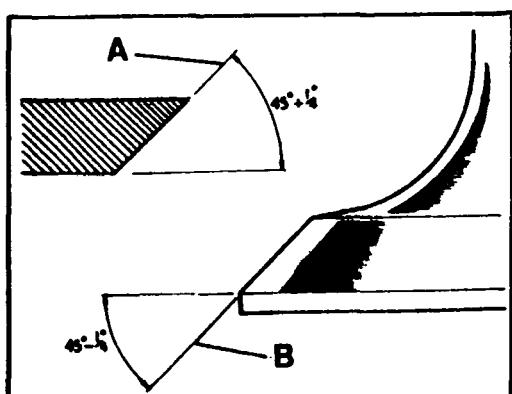

Fig. A1-71 Ángulo de asiento en válvulas y culata
- 2.6. Con el equipo apropiado, verificar los asientos de las válvulas en la culata, siendo la inclinación correcta $45^\circ + 1/4^\circ$ tanto para admisión como para escape, A (Fig. A1-71).
- 2.7. La inclinación correcta de los asientos de las válvulas tanto para admisión como para escape, es de $45^\circ - 1/4^\circ$, B (Fig. A1-71).
- 2.8. Se llevará a cabo el rectificado de los asientos de las válvulas en la culata, con el equipo apropiado, teniendo en cuenta que dicho ángulo es el, A, citado en la Fig. A1-71.